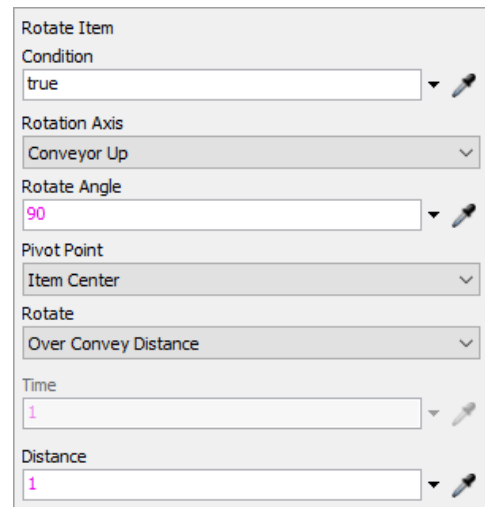

Fig. 21. Rotate Item
5. Movement – permet de faire pivoter (Rotate Item) et/ou de déplacer transversalement (Translate Item) l'élément de flux sur le convoyeur (fig. 21).